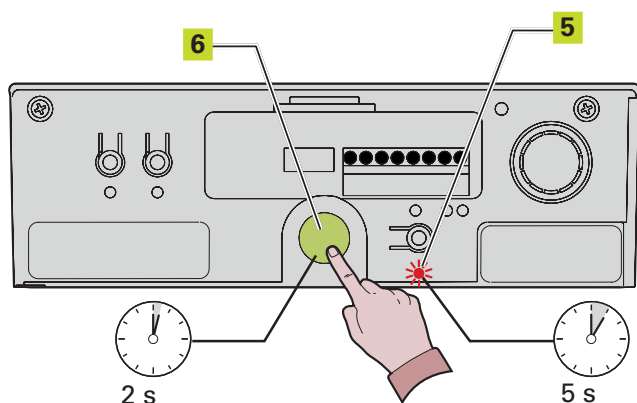

Fig. 37
Si la procédure d'apprentissage s'est terminée positivement, la LED de SET UP (Fig. 37 réf. ⑤) cesse de clignoter et reste allumée pendant 5 secondes.
Durant ces 5 secondes, il est possible, afin d'alléger la charge sur le système de déverrouillage, d'envoyer des impulsions d'OPEN (Fig. 37 réf. ⑥) toutes les 2 secondes pour faire reculer le chariot. Une impulsion correspond à une course de 5 millimètres.